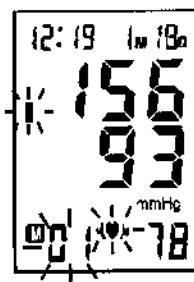

Figura 9-4
- c. Dos segundos después, se mostrará el resultado más reciente con la fecha y la hora. Remítase a la figura 9-4. El símbolo de latidos cardíacos irregulares (si los hubiera) y el indicador de clasificación de la presión arterial parpadearán al mismo tiempo. Pulse el botón "MEM" nuevamente para revisar el próximo resultado. De este modo, los resultados medidos anteriormente en el "banco" actual podrán aparecer en la pantalla.